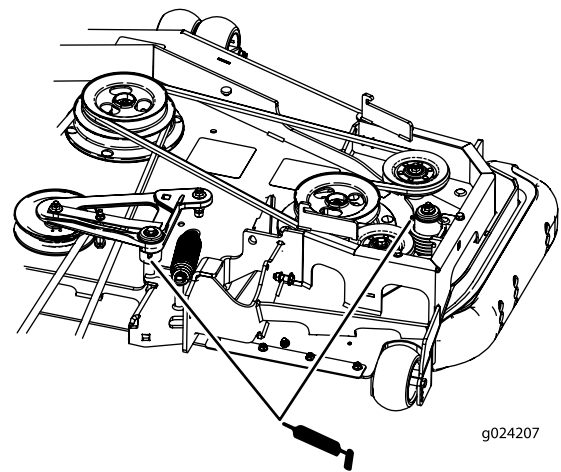

**Figure 48**
4. Graissez les bras de la poulie de tension de la courroie d'entraînement (Figure 48).